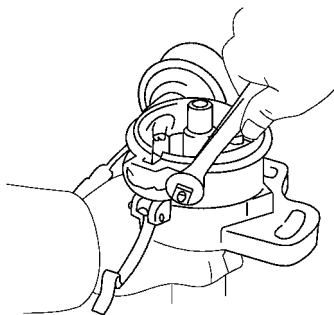

图 5-19 拆下端子
(3) 拆下端子。旋下螺母, 拆下弹簧垫圈和分电器的配线, 脱开电容器配线, 拆下绝缘体和端子, 如图 5-19 所示。
(4) 拆下真空提前器。